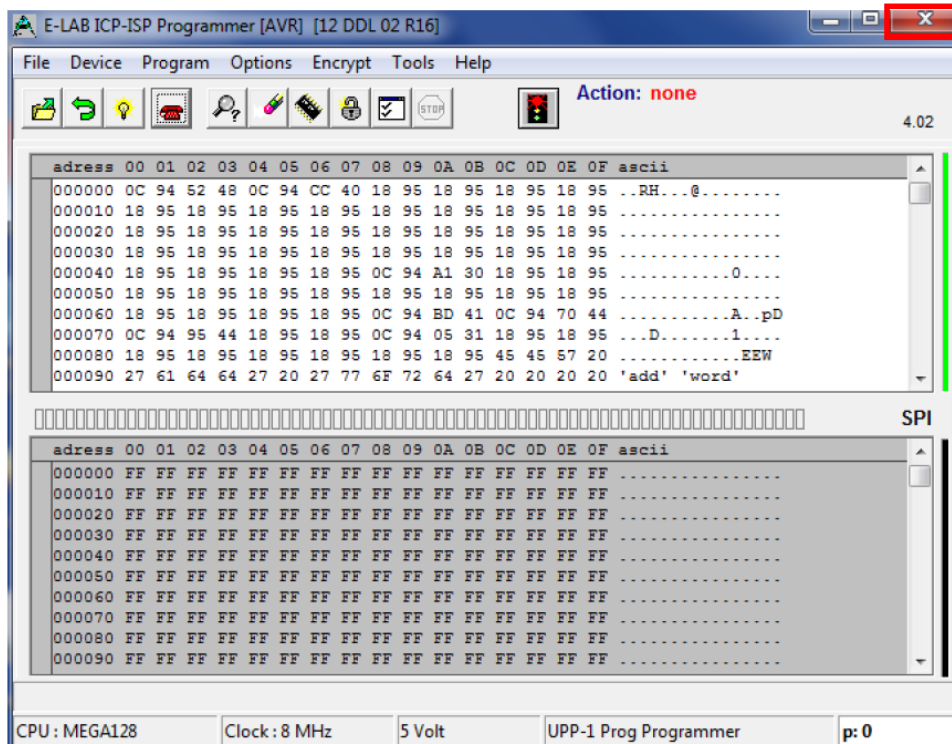

Рисунок 18
2.17 Закройте программное обеспечение E-LAB ISP-ICP Programmer, нажав на крестик в правом верхнем углу окна (рисунок 18).